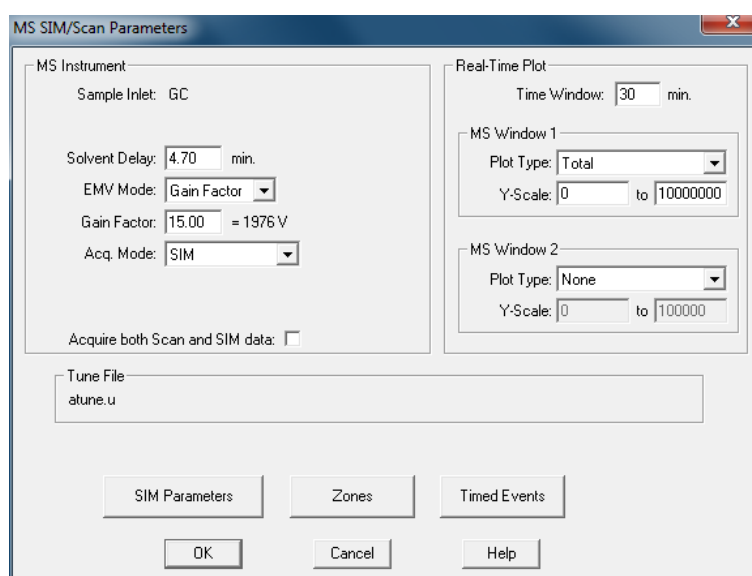

Figura 22. Janela "MS SIM/Scan Parameters" com exemplo de preenchimento de informações.
- 4.1.61** Na tela aparecerá a janela "MS SIM/Scan Parameters" (Figura 22). Sob a área "MS Instrument", insira no campo "Solvent Delay" o tempo no qual o filamento da fonte de íons deve ser ligado após a injeção da amostra. No campo "EMV Mode" selecione "Gain Factor". No campo "Gain Factor" insira o valor "15.00". No campo "Acq. Mode" selecione a opção "SIM". Deixe desmarcada a caixa "Acquire both Scan and SIM data".